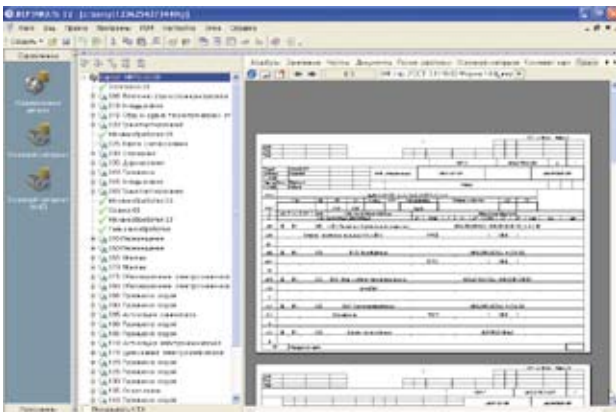

Рис. 3
- файлом с информацией о техпроцессе во внутреннем формате VTP программы — среды разработки «Вертикали» (рис. 3);